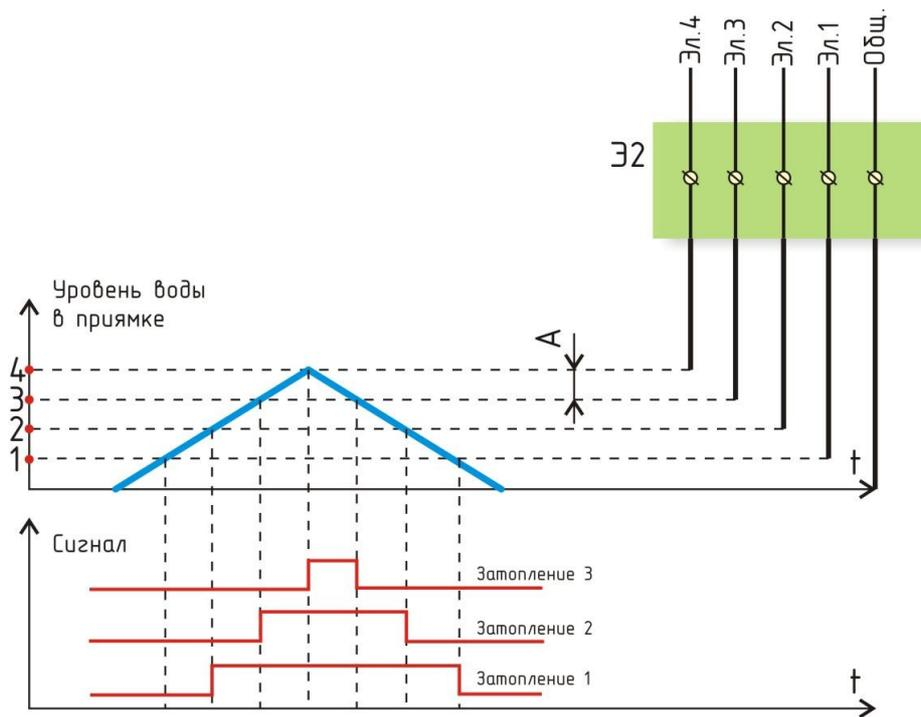

Рисунок 6 - Алгоритм формирования сигналов о затоплении в режиме «три уровня»
- «один уровень» - для контроля одного уровня затопления, подключены электродницы Э1 (рисунок 6).